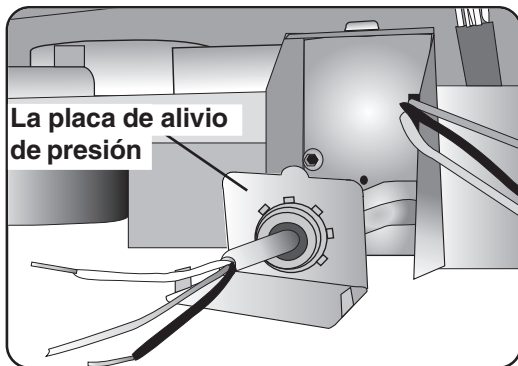

Ilustración 28
- 2 Corra el cable de alimentación eléctrica a través del alivio de presión, como muestra la **Ilustración 28**. Permita que de 3 a 4 pulgadas (de 7.5 cm a 10 cm) de cable aislado se pasen de la placa de alivio de presión.